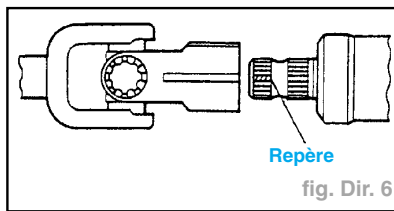

fig. Dir. 6
- Lors de la pose, aligner la rainure de la mâchoire du joint d'accouplement avec le repère (ligne jaune) situé sur l'arbre de direction inférieur (fig. Dir. 6).